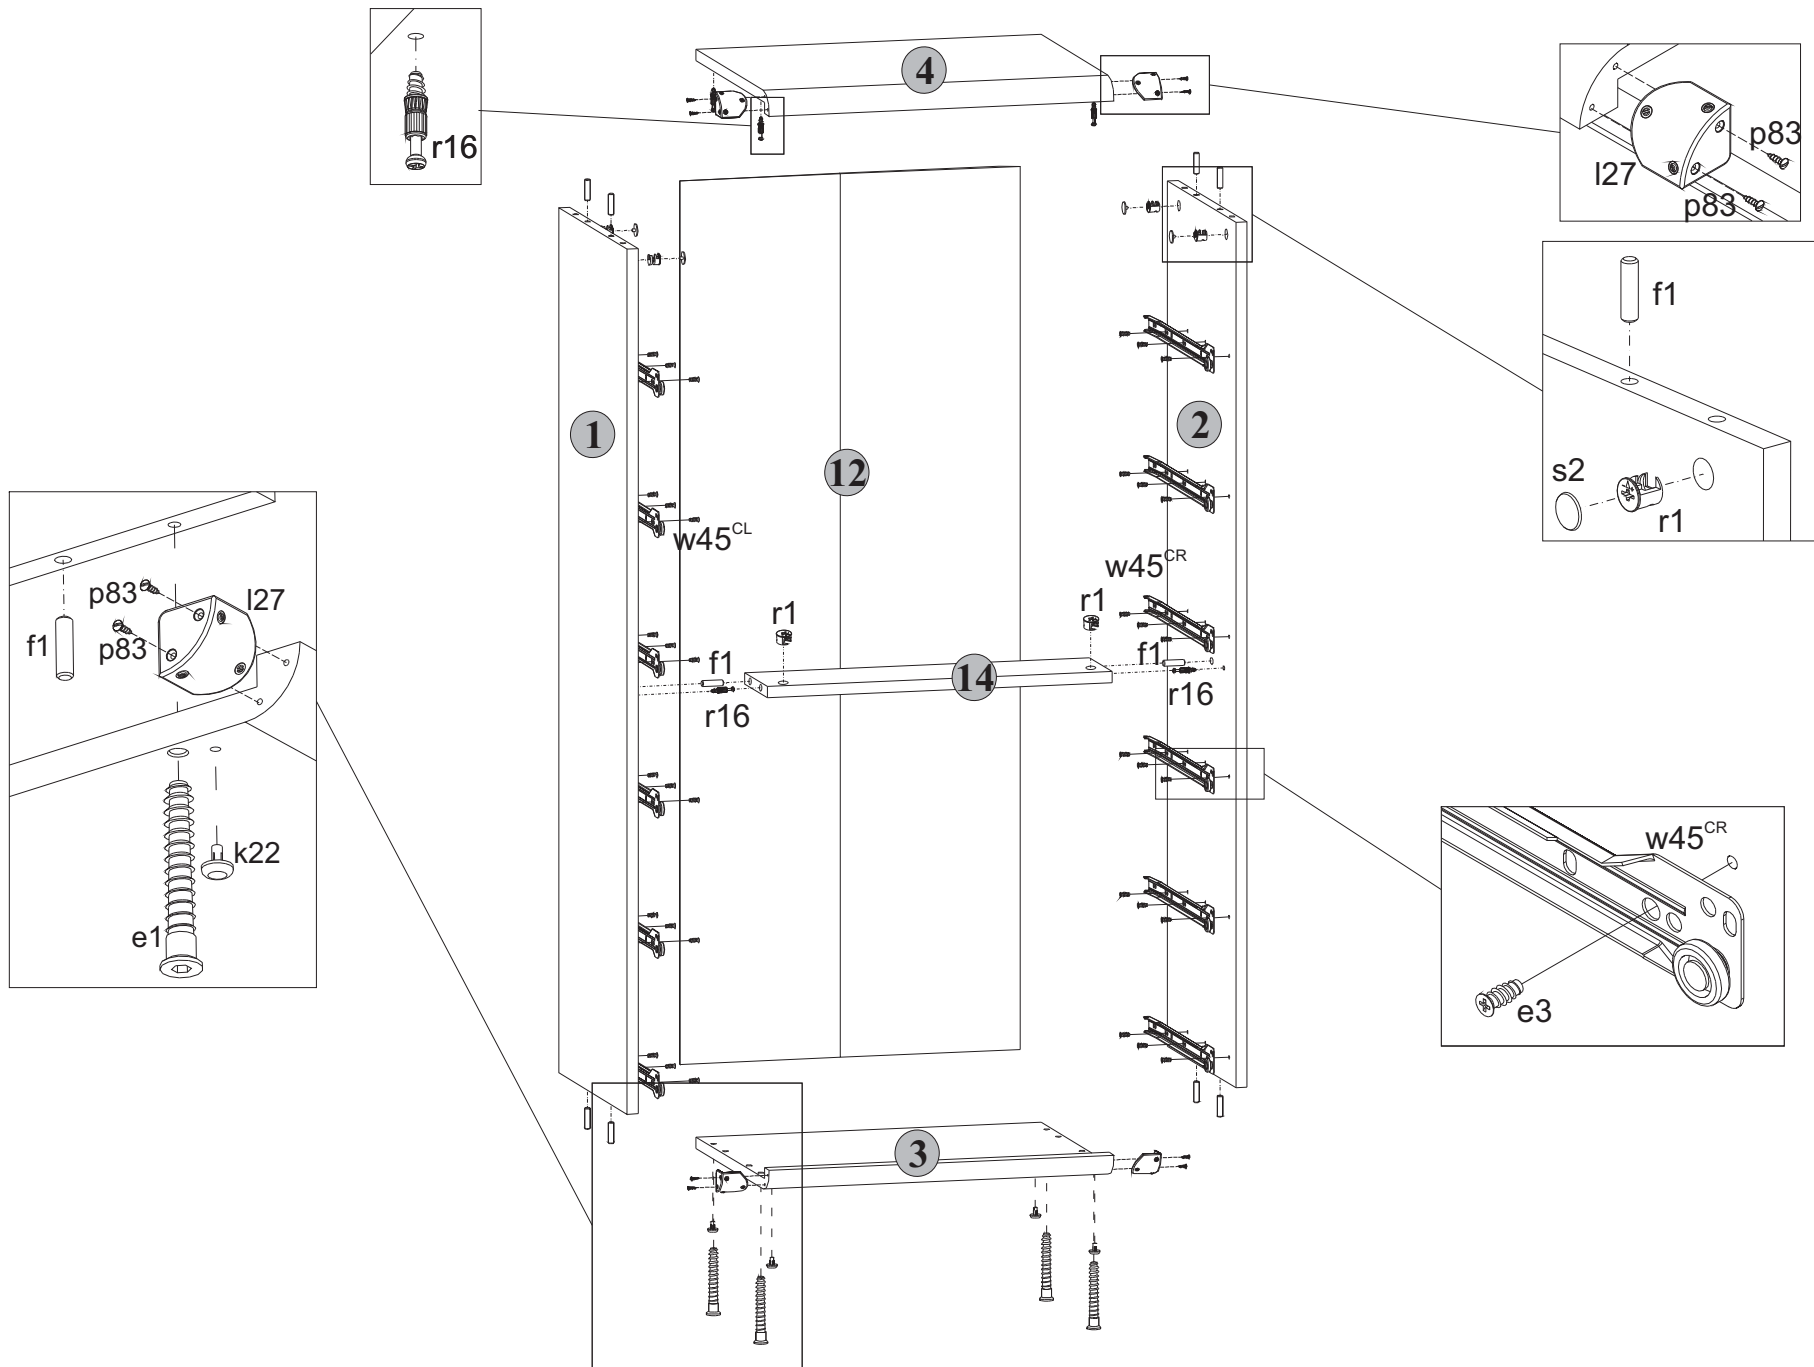

Рис. 2
5.4 На внутренних поверхностях стенок боковых **1, 2** и цоколя **14** в отверстия диаметром **15 мм** вставить стяжки эксцентриковые **r1** (**см.рис. 2**).
5.5 В отверстия диаметром **5 мм** на нижней поверхности щита верхнего **4**, стенках боковых левой, правой **1** и **2** вкрутить винты стяжки **r16**, пользуясь крестообразной отверткой (**см.рис. 2**).
5.6 В отверстия диаметром **4,5 мм** на нижней поверхности щита нижнего **3** вставить опоры полимерные **k22** (подпятники) (**см.рис. 2**).
5.8 К стенкам боковым **1** и **2** присоединить щит нижний **3** и стянуть еврошурупками **e1**, пользуясь специальным ключом **z1** из комплекта фурнитуры (**см.рис. 2**).
5.2 В отверстия диаметром **8 мм** на верхних и нижних кромках стенок боковых **1** и **2**, а также в боковые кромки цоколя **14** вбить деревянные шканты **f1** (**см.рис. 2**).